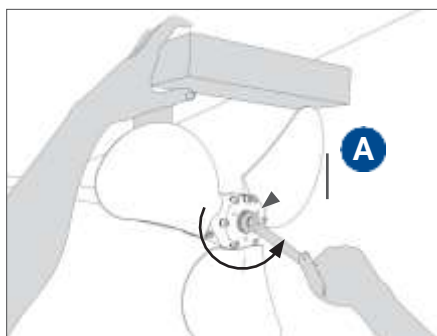

FIG. 35 Dévisser l'écrou de serrage "A"
- S'assurer que l'arbre d'hélice ne puisse pas tourner en engageant la vitesse avec le moteur arrêté ou en bloquant l'arbre d'une autre manière. Pour éviter de plier les pales de l'hélice lors du dévissage, faire attention de tourner les pales en position de poussée (et non pas en drapeau), et bloquer la rotation avec une cale en bois entre la pale et la coque. (Fig. 35).
- Dévisser l'écrou de serrage **A** dans le sens anti-horaire (Fig. 35) ; durant le dévissage, l'hélice sera automatiquement extraite du cône de l'arbre d'hélice ou de l'arbre Sail-Drive.